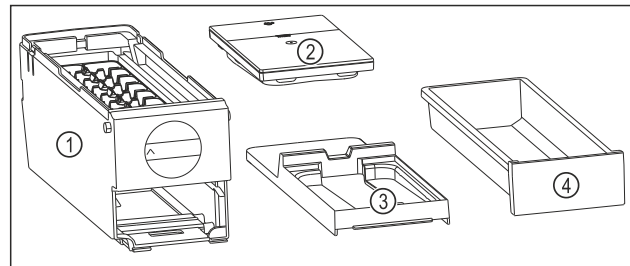

Fig. 113 Componente ale EasyTwist-Ice
- ▷ EasyTwist-Ice este dezasamblat în patru piese. (vezi Fig. 113)
- ▶ Dezasamblați EasyTwist-Ice numai în componentele ilustrate. (vezi Fig. 113)
- ▶ Curățați corpul EasyTwist-Ice Fig. 113 (1) ca un întreg.